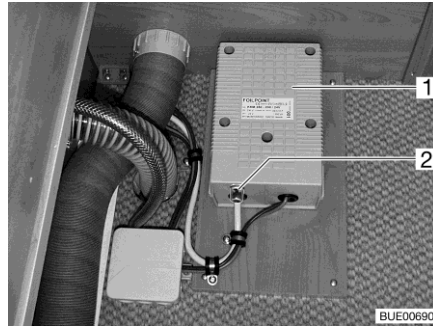

Fig. 220 Trasformatore per riscaldamento elettrico del pavimento
In caso di sovraccarico del trasformatore (Fig. 220,1), si attiva la protezione contro il surriscaldamento. Il perno (Fig. 220,2) scatta all'infuori.
- Una volta raffreddato il trasformatore, premere il perno (Fig. 220,2) della protezione contro il surriscaldamento.